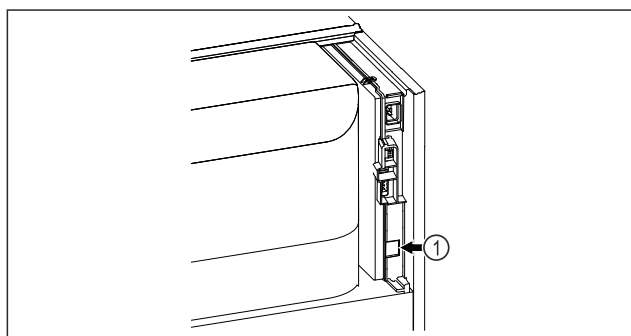

Fig. 139
- SmartModule Fig. 139 (1) ir ievietots.